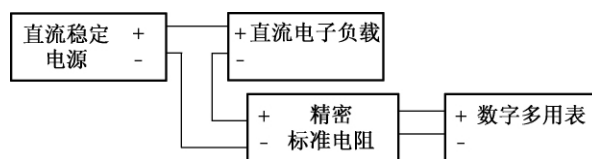

图 2 电流测量校准图
如图 2, 将直流稳定电源的负输出端串接精密 (电流) 标准电阻电流端后连接至直流电子负载的负输入端, 直流稳定电源的正输出端连接直流电子负载的正输入端, 数字多用表的电压正负输入端分别连接到精密 (电流) 标准电阻的电压端。
2.4 定电流 (CC) 模式电流校准
连接方法如图 2。将直流稳定电源设置为 CV 模式。将数字表设置到“DCV”功能。将被校电子负载设置为定电流 (CC) 模式，选择并设定合适的电流量程及校准电流值。